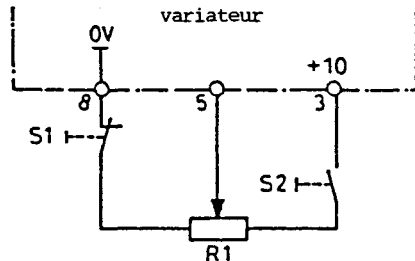

Figure 6.4.1.1
- Raccordement d'interrupteurs externes S1 et S2 selon la figure 6.4.1.1